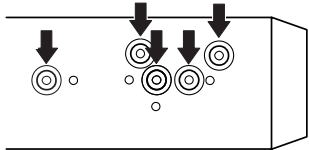
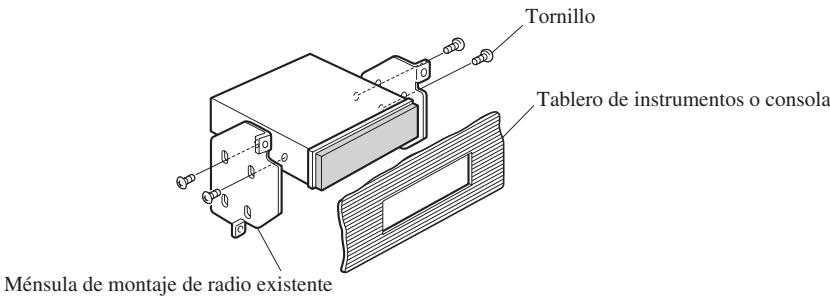

Fig. 9
Fig. 10
2. Fijación de la unidad a la ménsula de montaje existente. (Fig. 9) (Fig. 10)